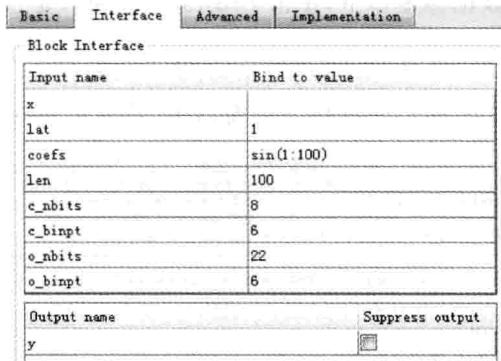

图 6.40 Interface 标签配置界面
(17) 如图 6.40 所示,单击 Interface 标签。在该标签界面下,按图中设置参数。